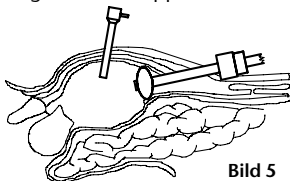

Bild 5
5. När det extraperitoneala rummet är tillräckligt dilaterat släpps luften ut ur ballongen (bilateral) genom att endoskopet tas bort och insufflationskranen öppnas när pumpen lossats. Om det behövs kan den svarta slanganslutningen på pumpen användas för att evakuera luften. Ta försiktigt bort PAJUNK®-ballongsystemet (bilateralt) och avfallshantera det korrekt. Ersätt det med ett PAJUNK®-troakarsystem, ett PAJUNK®-struktur- eller ringankarballongssystem eller ett annat lämpligt instrument. (Bild 5)